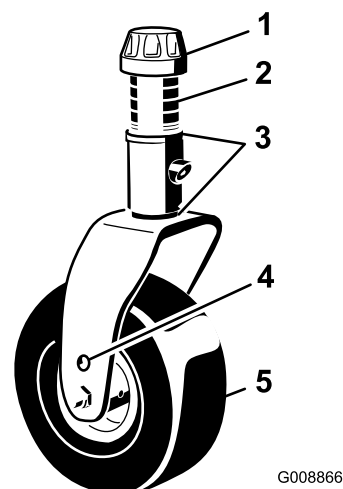
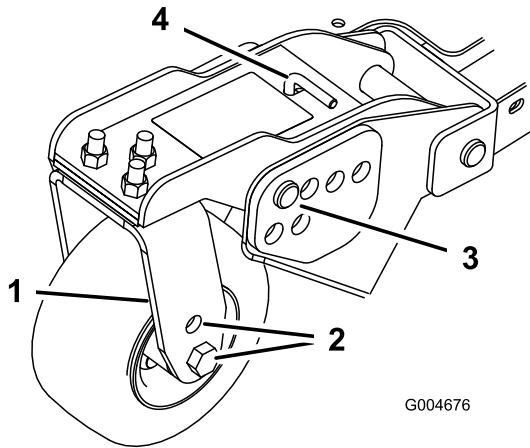
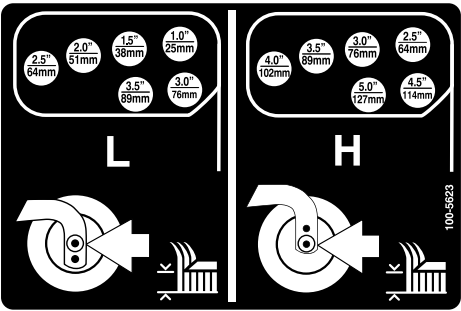

Figura 19
Figura 21
Figura 22
1. Coloque los ejes de las ruedas giratorias en el mismo taladro en todas las horquillas (Figura 19 y Figura 21).
2. Retire el casquillo tensor del eje y deslice el eje fuera del brazo de la rueda giratoria (Figura 19).
6. Retire la chaveta y los pasadores de los brazos de pivote de las ruedas giratorias (Figura 21).
7. Gire la varilla tensora para elevar o bajar el brazo de pivote hasta que los taladros del soporte de ajuste de la altura de corte en el bastidor de la carcasa de corte (Figura 21 y Figura 22).